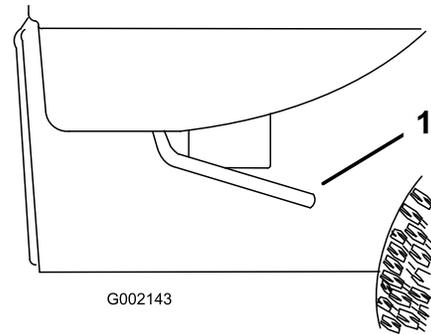

Figure 26
1. Levez le levier de chaque côté du plateau et relevez le plateau (Figure 26).